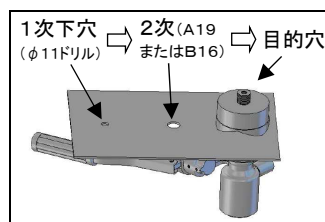

図7
7. A31以上およびB22以上の穴あけをおこなう場合は1次下穴（ $\phi 11$ ）加工後、適用表に指定されている2次下穴（A19またはB16）をあけ、その後に目的とする径の穴あけをおこなってください。（図7）